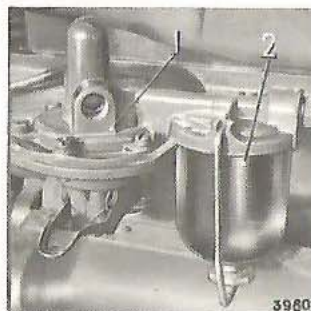

Fig. 9
2. Actionner le levier d'amorçage sous la pompe d'alimentation (fig. 9, rep. 1).
Préfiltre de combustible (fig. 9, rep. 2).